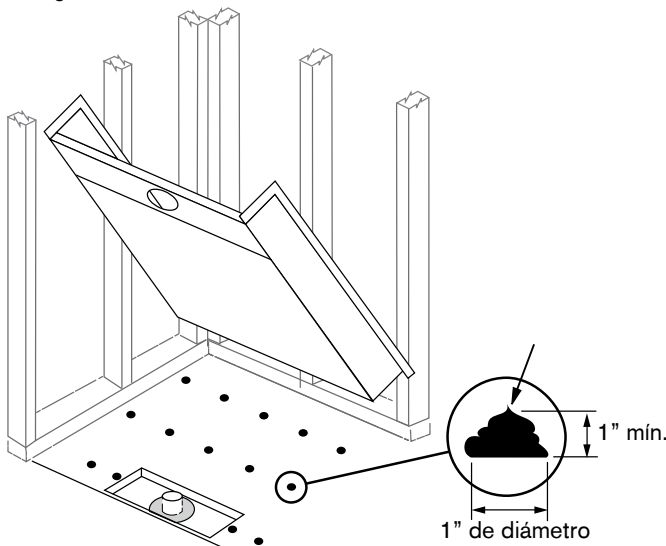

Figura 10
- 13 Coloque el plato en la cavidad y sosténgalo mientras aplica la resina epoxi. Coloque porciones gruesas (mínimo 1" de alto) siguiendo el patrón que marcó en el piso. La resina epoxi llenará el vacío para asegurar el plato como para ayudar a sostenerlo. (Figura 10)